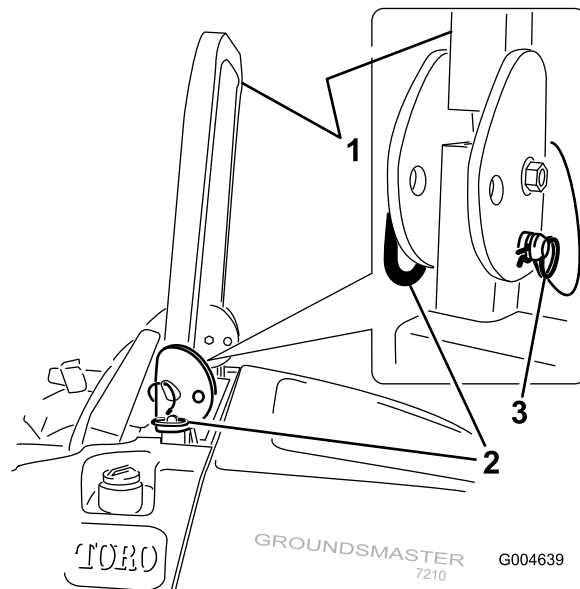

Bild 12
1. Nehmen Sie zum Absenken des Überrollbügels die Splints ab, drücken Sie den Überrollbügel nach vorne gegen die Federn und nehmen Sie die beiden Stifte ab (Bild 12).
3. Setzen Sie die zwei Stifte ein und befestigen Sie diese mit den zwei Splints (Bild 12).
4. Nehmen Sie zum Aufrichten des Überrollbügels die Splints ab und entfernen Sie die beiden Stifte (Bild 12).
5. Richten Sie den Überrollbügel ganz auf und setzen Sie die beiden Stifte ein. Befestigen Sie die Stifte mit den Splints (Bild 12).